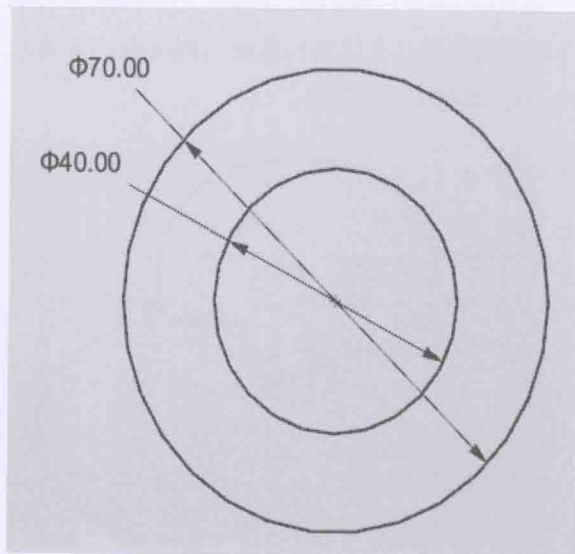

图 1-3-14
1. 在网格面上, 按照如图 1-3-14 所示草图尺寸绘制汉诺塔环。